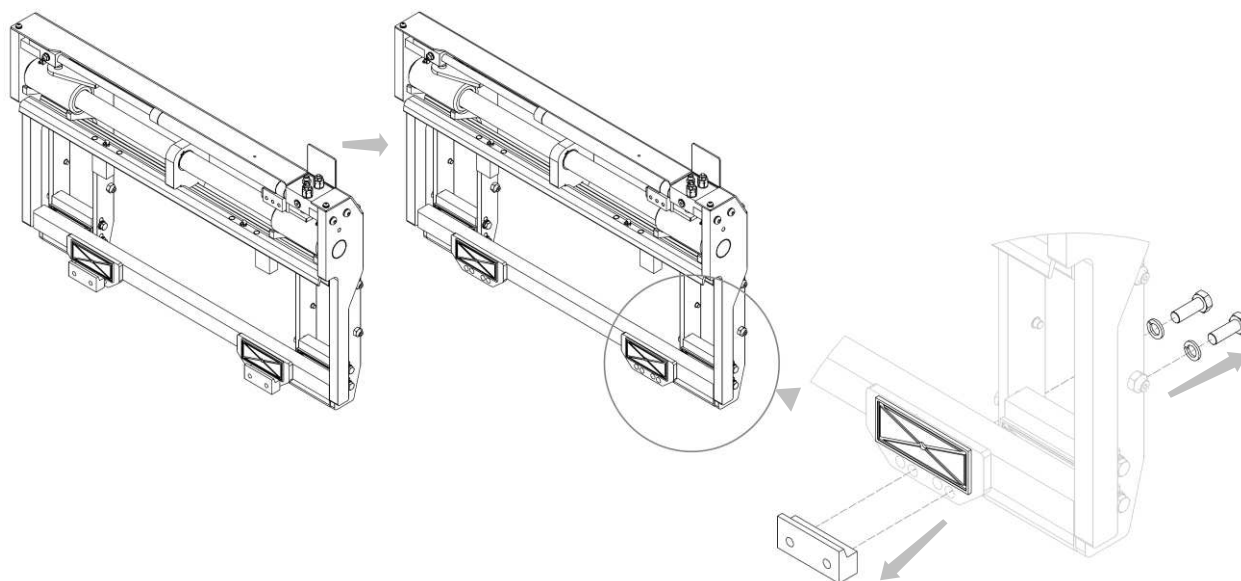

Figura 4
5. Quitar los ganchos inferiores del equipo y lubricar las deslizaderas (mira *Figura 4*).